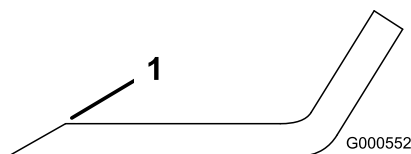

Figure 66
1. Au moyen d'une lime, aiguissez les tranchants aux deux extrémités de la lame (Figure 66).
**Remarque:** Si la lame est déséquilibrée, limez un peu l'extrémité de l'ailette seulement (Figure 66).